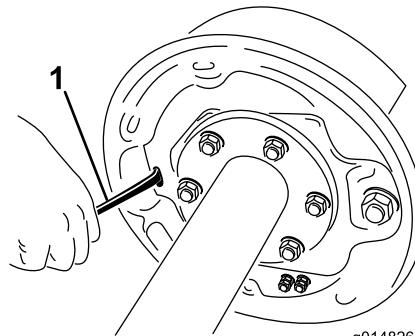

Figura 51
4. Con un cacciavite ruotate la ruota a stella del gruppo di regolazione per allargare le ganasce (Figura 51).